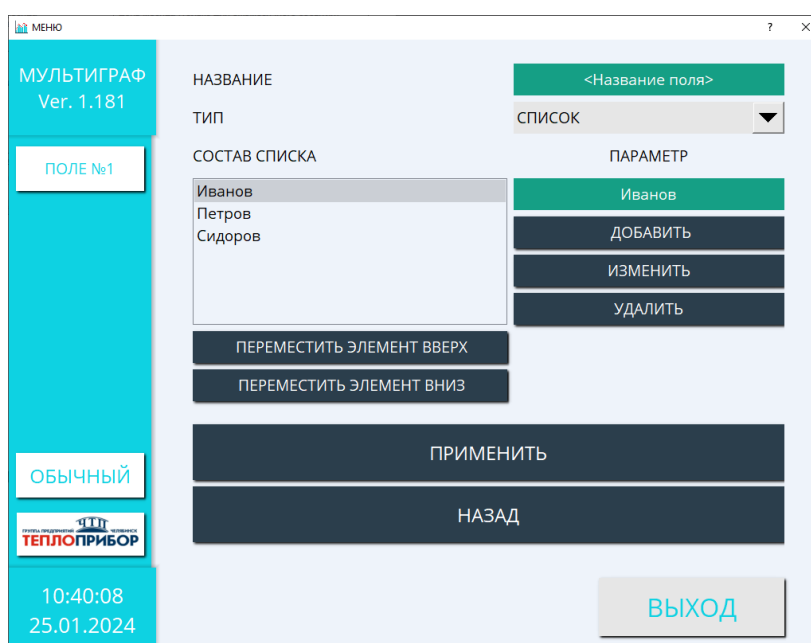

Рисунок 2.50 – Параметры настройки списка
- 3) «СПИСОК» - текстовое поле с выбором значения из списка (рисунок 2.50). Длина каждого значения не должна превышать 23 символа, суммарная длина элементов списка – до 200 символов.